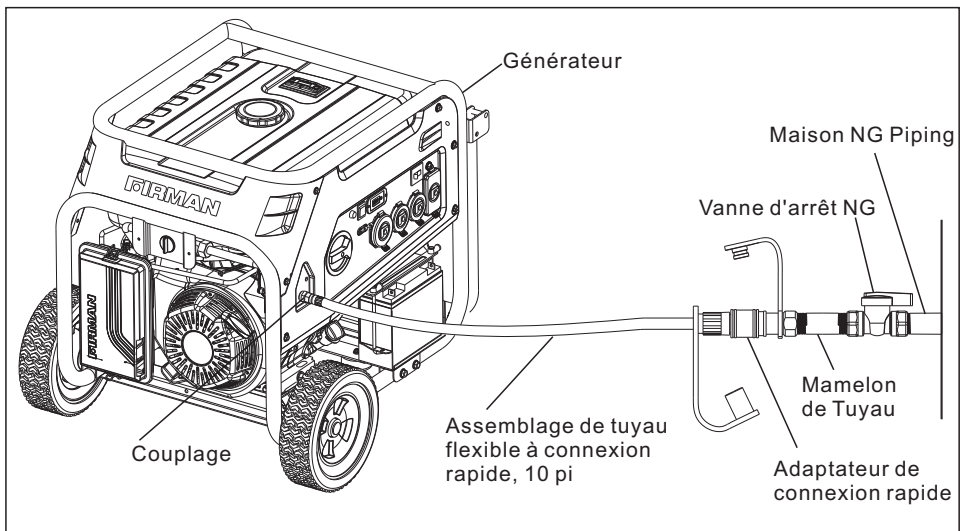

**Figure 10**
7. Vérifiez toutes les connexions et les joints avec une solution d'eau savonneuse sans ammoniac ou une solution de détection de fuite. Les bulles qui semblent grossir sont l'indication d'une fuite de gaz (Figure 10).